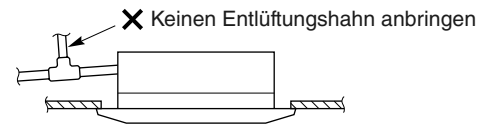

Abb. 3-11
- Keinen Entlüftungshahn anbringen, da dies zu einem Herausspritzen von Wasser aus der Ablaufleitungsöffnung führen kann. (Abb. 3-11)